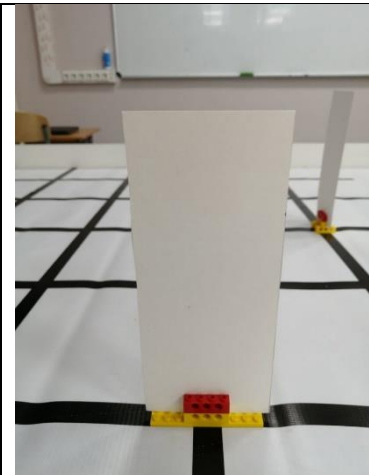

Рисунок 1
2. **СТЕНКА** – прямоугольник из картона формата А4 («книжной» ориентации). В качестве основания для бумажной стенки возможны конструкции из деталей Лего. Стенка фиксируется между кубиками одной из конструкций (см. рисунок 1). Из таких заготовок можно составить стенку разной длины.